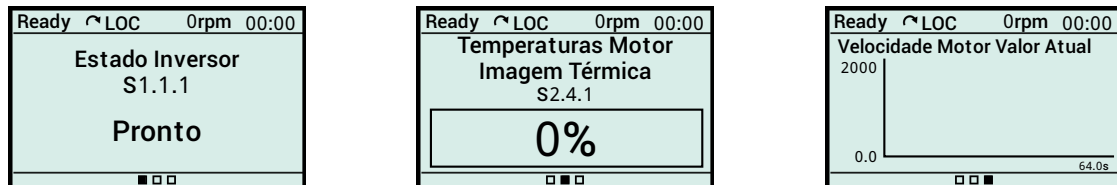

Figura 4.12: Visualização em (a) texto, (b) barra e (c) gráfico
- **Tela cheia:** Abrange toda uma tela principal, e permite a exibição de variáveis de leitura no formato **texto**, **barra** ou **gráfico**. A Figura 4.12 apresenta um exemplo com os 3 formatos.